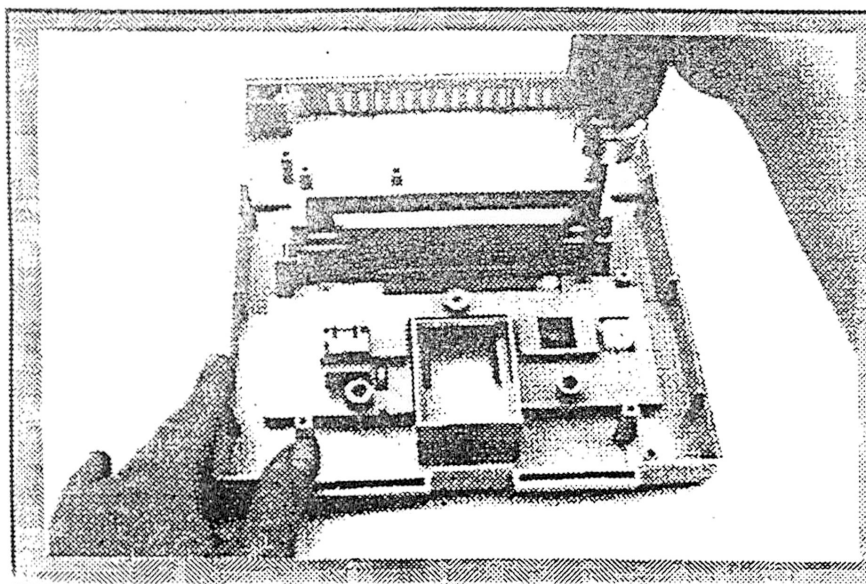
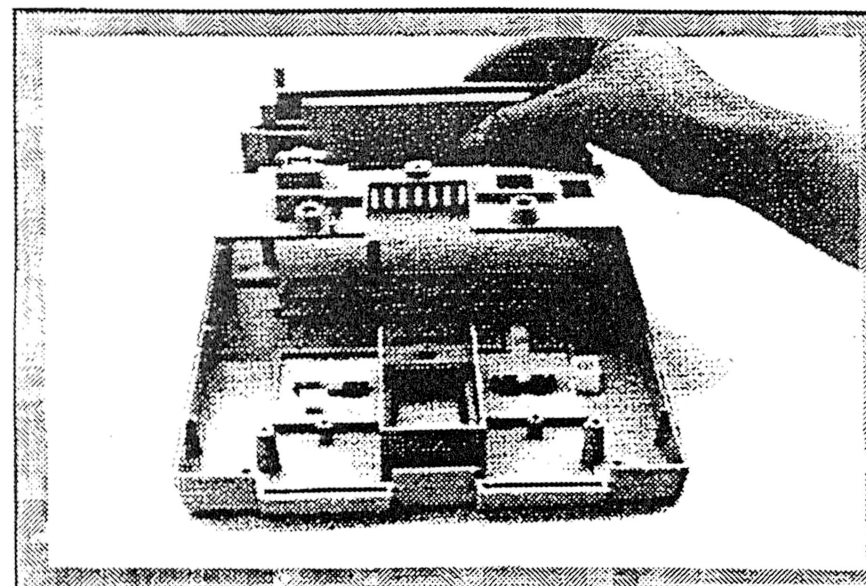

Fig. 17
Fig. 18
4. Remova o parafuso final (Fig. 17) e suspenda o encaixe do cartucho para fora do gabinete superior (Fig. 18).